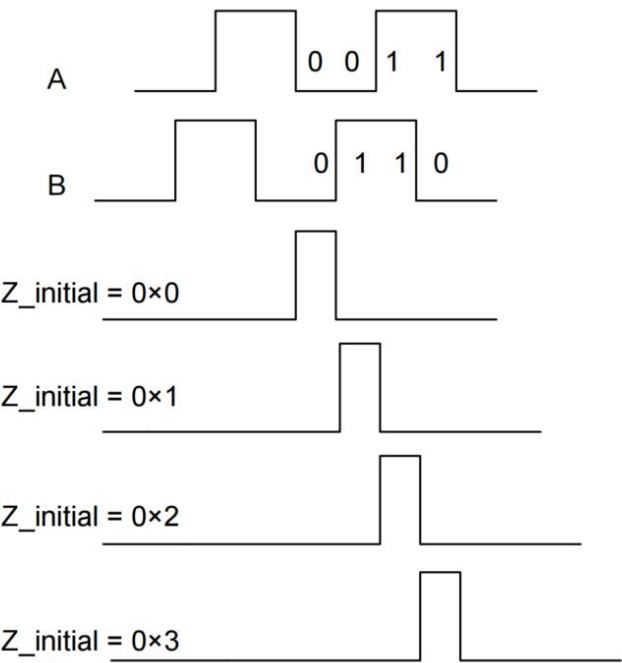

图 12 相位配置图
1) Z_initial [1:0]: 设置 Z 信号出现时的 AB 相位，具体配置如下图 12 和表 3 所示: